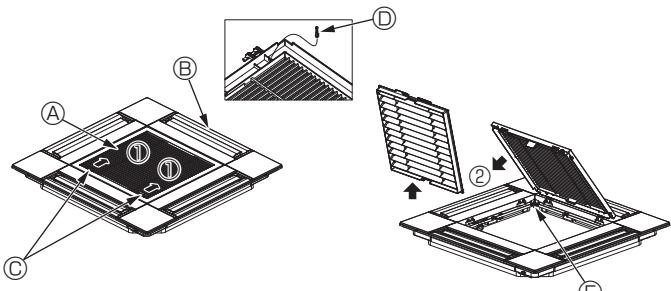

Fig. 6-3
6.2.1. Extracción de la rejilla de admisión (Fig. 6-3)
- Deslice las palancas en la dirección indicada con la flecha ① para abrir la rejilla de admisión.
- Con la rejilla de admisión en posición "abierta", retire la bisagra de la rejilla de admisión de la rejilla tal y como se indica con la flecha ②.